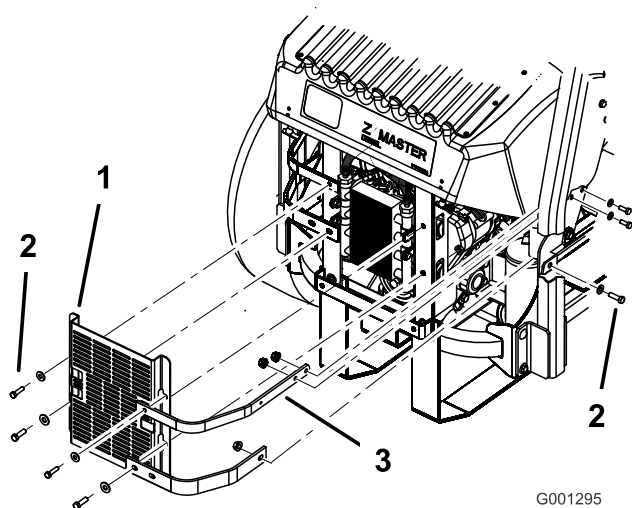

Figure 65
3. Enlevez les 4 boulons qui fixent l'écran du refroidisseur d'huile au bâti arrière (Figure 65).
4. Enlevez les 3 boulons qui fixent les barrettes du moteur au côté de la machine (Figure 65).
12. Montez l'écran du refroidisseur d'huile et les barrettes du moteur sur le bâti arrière au moyen des 4 boulons retirés précédemment (Figure 65).
13. Fixez les barrettes du moteur au côté de la machine (Figure 65).